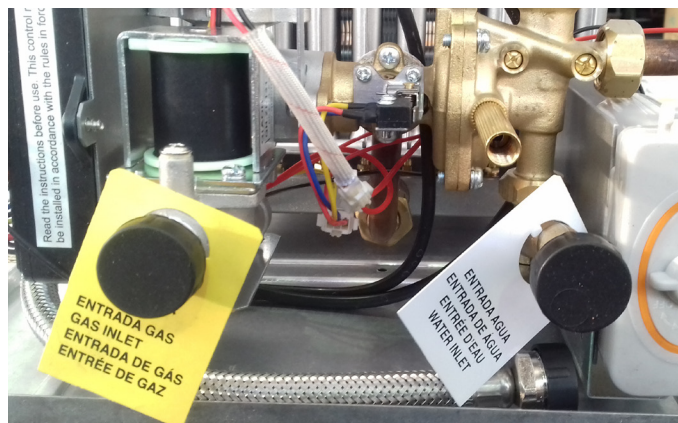

fig. 8 - Etichetele pentru racorduri
- Scoateți dopurile de la racordurile pentru apă și gaz, vezi fig. 8.